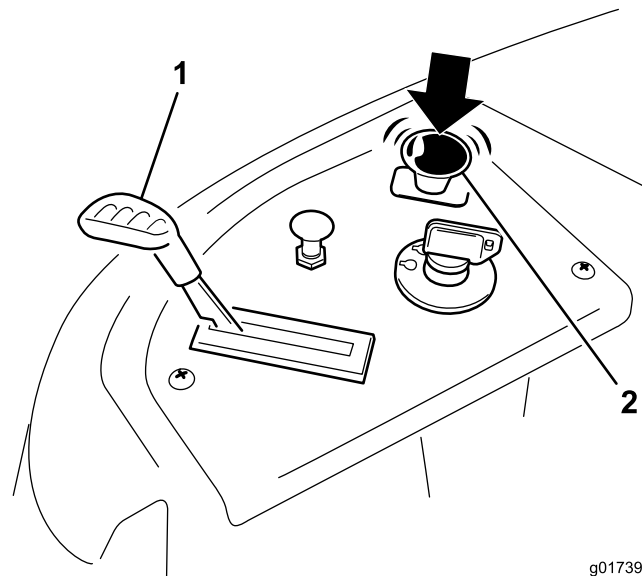

Figure 12
2. Placez la commande d'accélérateur en position haut régime (Figure 12).
3. Désengagez les lames en plaçant la commande des lames en position Désengagée (Figure 12).